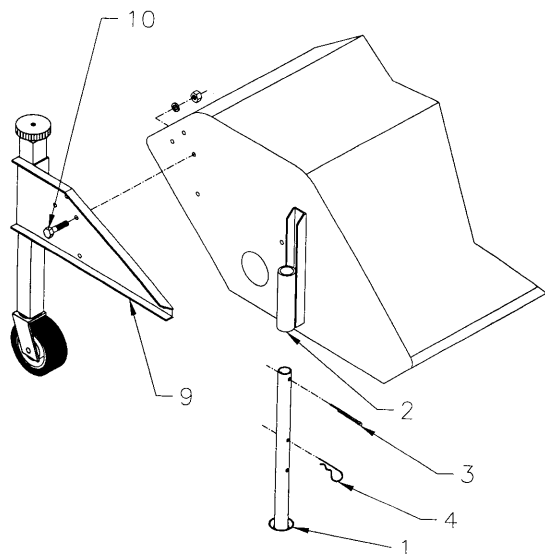

Figure 1
1. Par en dessous, insérez un pied de stationnement (fig.1, item 1) dans chaque support de pied (fig.1, item 2) et installez une goupille fendue 5/32" x 1 1/4" (fig.1, item 3) dans le trou supérieur du pied de stationnement. Placez les pieds de stationnement dans leur position maximale et par en dessous des supports, fixez-les à l'aide de deux goupilles à ressort 4mm x 80 mm (fig.1, item 4).
4. Installez les deux roues de flottaison (fig.1, item 9) de chaque côté à l'aide de huit boulons à collerette 5/16" NC X 1/2" et écrous (fig.1, item 10) [cinq du côté droit et trois du côté gauche].